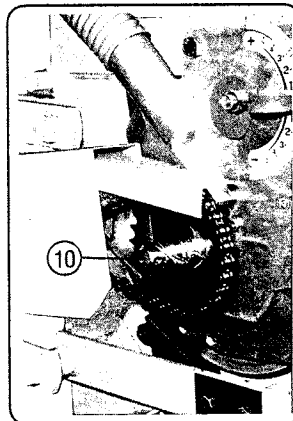

Fig. 15
Le débrayage individuel d'un élément est possible par le clips (10) : placé dans le trou extérieur au pignon sur l'axe, il n'assure plus l'entraînement du disque (fig. 15).
The individual disengagement of a metering unit is possible by means of lynch pin (10) positioned on the outside hole of the spindle, assures that the seed disc will no longer be driven (fig. 15).